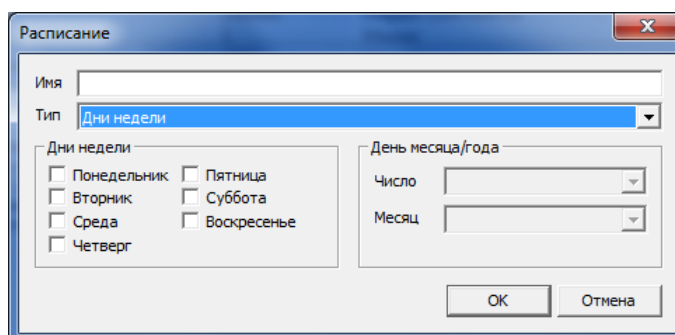

Рис. 16.9. Окно *Расписание* (выбор дней)
- 2) В открывшемся окне *Расписание* (Рис. 16.9) в поле *Имя* введите название расписания.